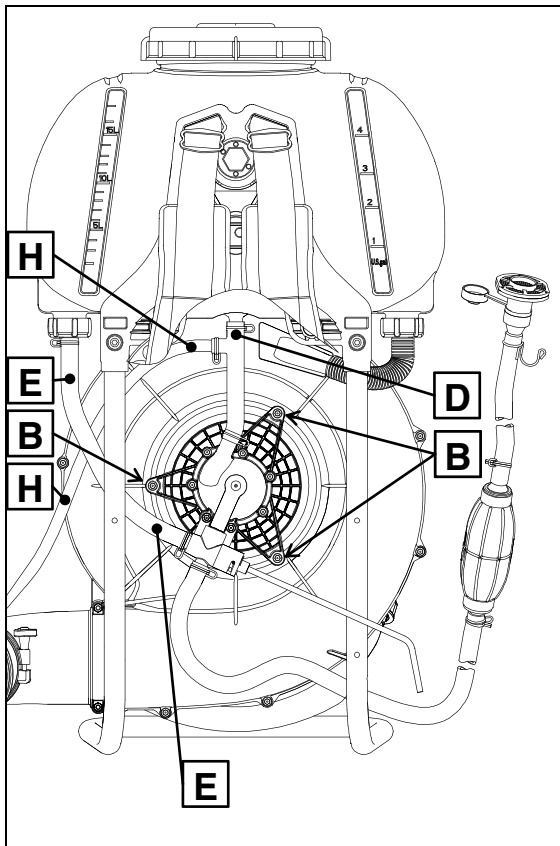

Figura 5 Montare pompa PSR e collegare tubi
- Osservando la Figura 5, collegare il tubo **D** (presente nella parte superiore della pompa) all'attacco situato nella parte inferiore del serbatoio. Fissare il tubo **D** con la fascetta.